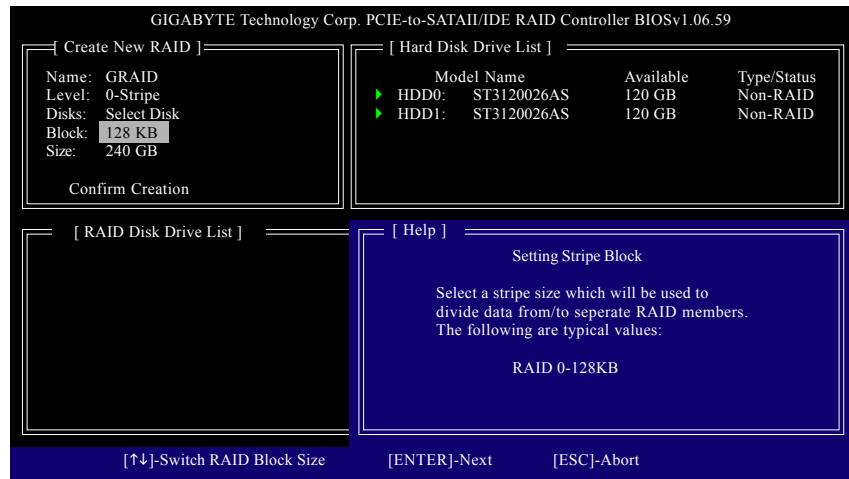

図 6
4. **ロックサイズの設定(RAID 0 のみ):** Block アイテムの下で、上または下矢印キーを使用してストライプブロックサイズを 4 KB ~ 128 KB の間で選択します(図 6)。<Enter> を押します。